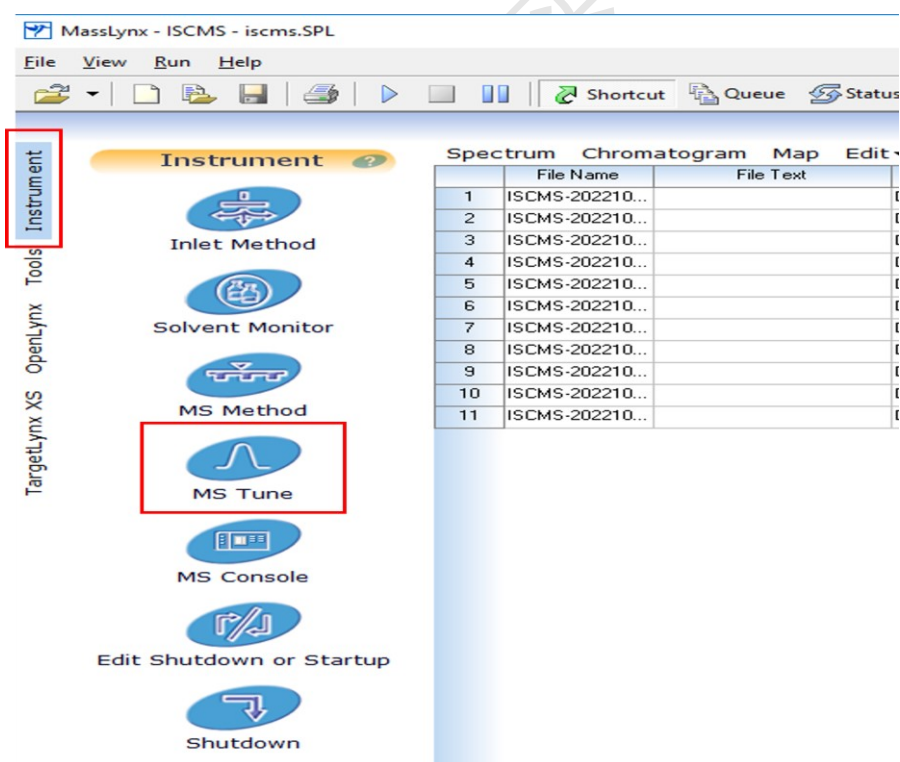
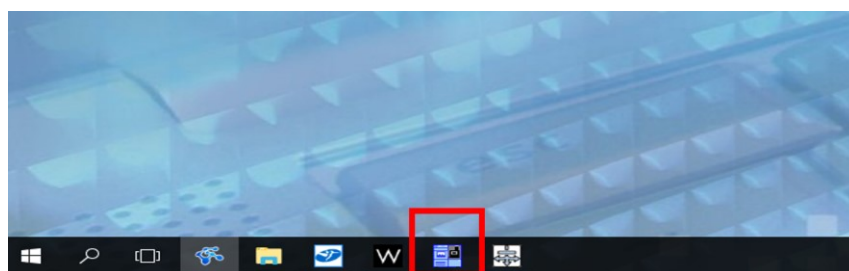
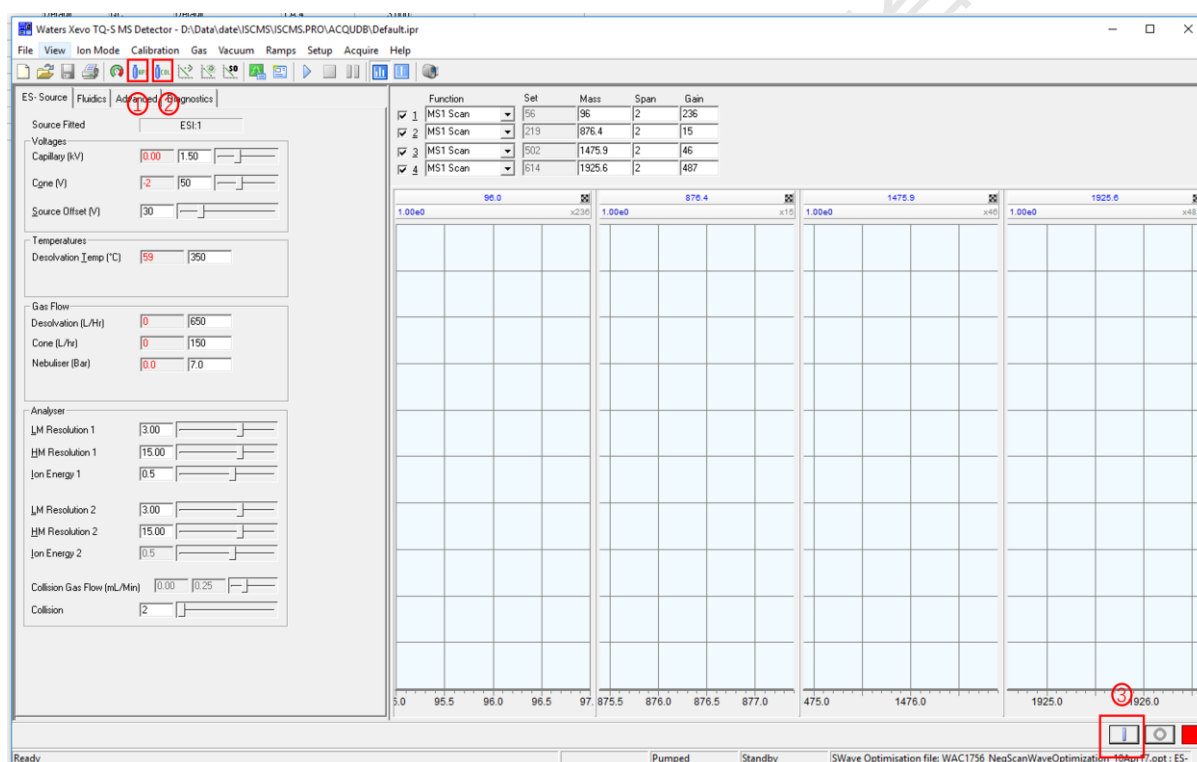

图 6-19
图 6-20
图 6-21
**Step1.** 在 Masslynx 操作主界面—Instrument 界面, 选择 MS Tune 图标(图 6-19), 或者点击任务栏  MS tune 图标(图 6-20), 进入质谱操作界面(图 6-21)。
**Step 2.** 在 MS 操作界面(图 6-21), 需要进行以下操作:
- ① 开气: 先开 N2 ①, 再开 Ar ②;
- ② 开高压: 点击 Operate ③ 开关。(点击后, 红色方框变为绿色为正常)